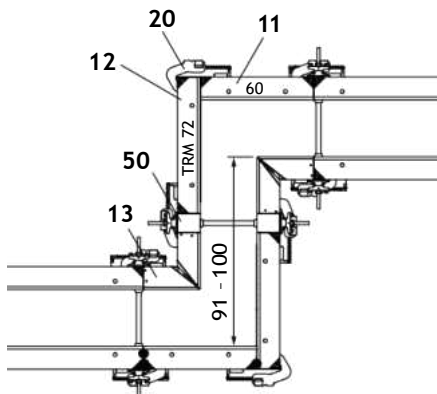

Fig. A10.04
- Елемент TR 60 (11)
- Многофункционален елемент TRM 72 (12)
- TRIO вътр. ъгъл TE (13)
- Направл. скооба BFD (20)
- Компенсация доставена от изпълнителя (50)
- (Fig. A10.04)